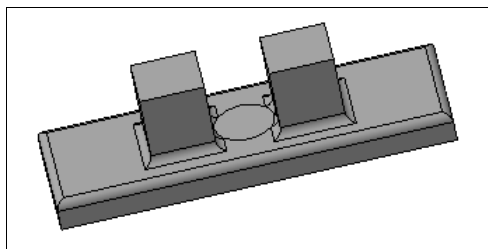

Рис. 18.14. Модель с разделенной гранью
Команда **Линия разъема** позволяет разбить грани (грань) тела на несколько граней. Разбиение граней происходит по линии пересечения граней с поверхностью, образованной перемещением созданного эскиза в направлении, перпендикулярном его плоскости. В эскизе должен быть один контур, и он должен полностью пересекать проекцию разбиваемой грани. Контур может быть разомкнутым или замкнутым. Рассмотрим разбиение грани на примере. Начертите модель, приблизительно как на рис. 18.14. Далее:
- ♦ вызовите команду **Скругление** и создайте скругления по всей грани. У вас должно получиться, как на рис. 18.14.